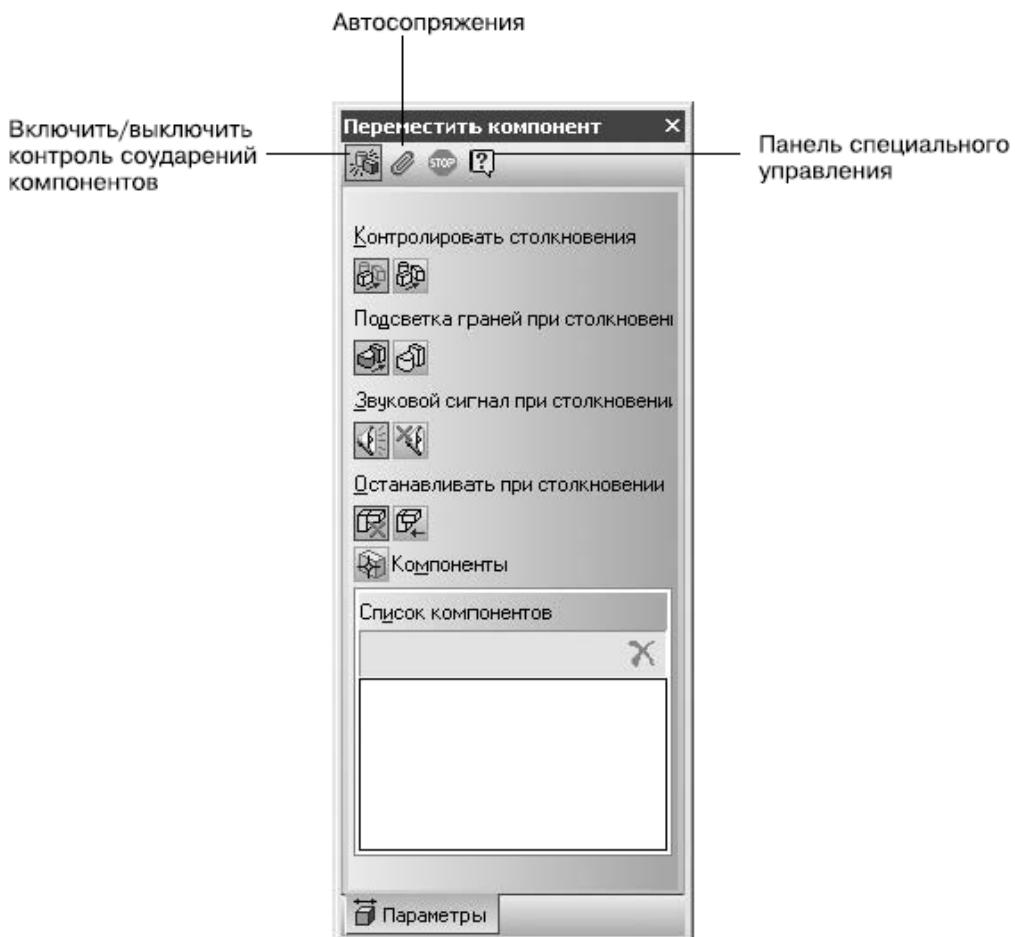

Рис. 1.32. Элементы управления панели свойств при перемещении компонента сборки
- Контроль соударений. Эту функцию можно активизировать с помощью команды Контроль соударений контекстного меню или используя кнопку Включить\выключить контроль соударений компонентов на панели специального управления, которая расположена слева или сверху от панели свойств (рис. 1.32). При включенном контроле соударений система не дает перемещаемой или поворачиваемой детали проникать в соседние компоненты сборки.
- Автоматическое сопряжение перемещаемой детали с окружающими ее ближайшими компонентами. При этом система старается самостоятельно подобрать наиболее подходящие сопряжения при приближении элементов деталей (грани, вершины и ребра) друг к другу. Эту функцию можно активизировать так же, как и контроль соударений: с помощью команды контекстного меню Автосопряжения или кнопки Включить/выключить режим автосопряжений на панели специального управления (см. рис. 1.32).